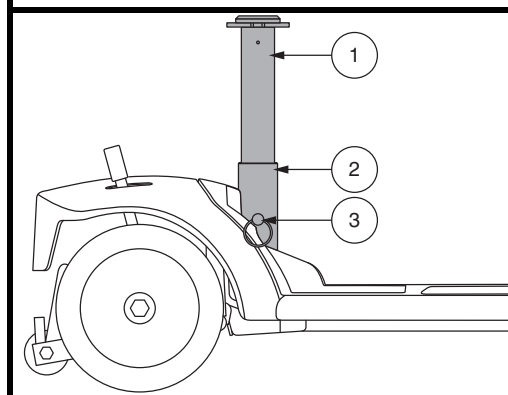

Figura 19. Regolazione dell'altezza del sedile
È possibile posizionare il sedile ad altezze differenti. Vedere figura 19.
2. Rimuovere il montante della sella da Travel Scooter staccando il perno di fermo dalla parte inferiore del reggisella, poi sollevare il montante ed estrarlo da Travel Scooter. **Vedere figura 19.**